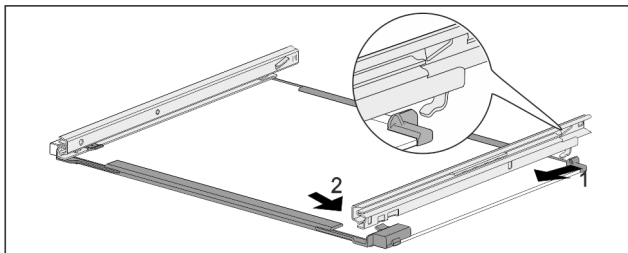

Fig. 66 Glasplaat met rails
- ▶ Rail achter vasthaken. Fig. 66 (1)
- ▶ Rail voor vasthaken. Fig. 66 (2)